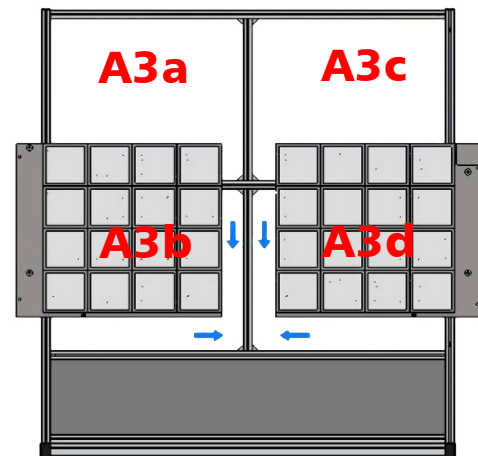

Abb. 3.1-30
Schritt 22 Die Tastmodule **A3a bis A3d** sind gekennzeichnet mit unten rechts (UR), unten links (UL), oben rechts (OR) und oben links (OL). Die beiden unteren Tastmodule werden mit den an der Rückseite befindlichen Profilblechen in die Konstruktion eingehangen und zur Mitte geschoben (**Abb. 3.1-30**). Die Modulplatten werden mit je zwei der mitgelieferten Zylinderschrauben **M8x30** und den Unterlegscheiben in den T-Nutensteinen fixiert.